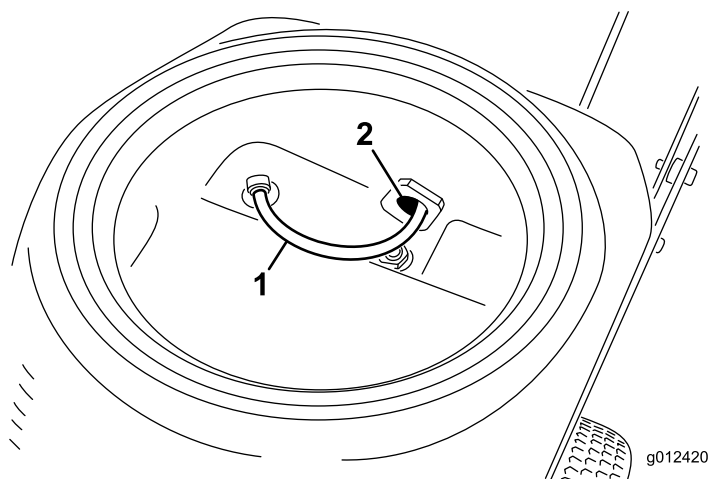

Figura 32
4. Dentro del depósito de pintura, introduzca el tubo de agitación en la válvula de vaciado, según se muestra en Figura 32.